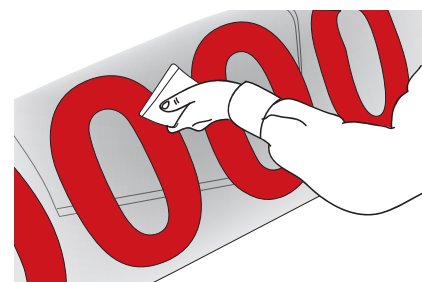

Figure 05
- › Commencer l'application du film, uniquement sur les surfaces planes, à l'aide d'une raclette souple (type MARBLEU) préalablement recouverte de feutrine (FIG. 05). La raclette forme un angle de 45° environ avec la surface et l'application se fait du centre vers les bords du graphisme en insistant bien sur les contours.